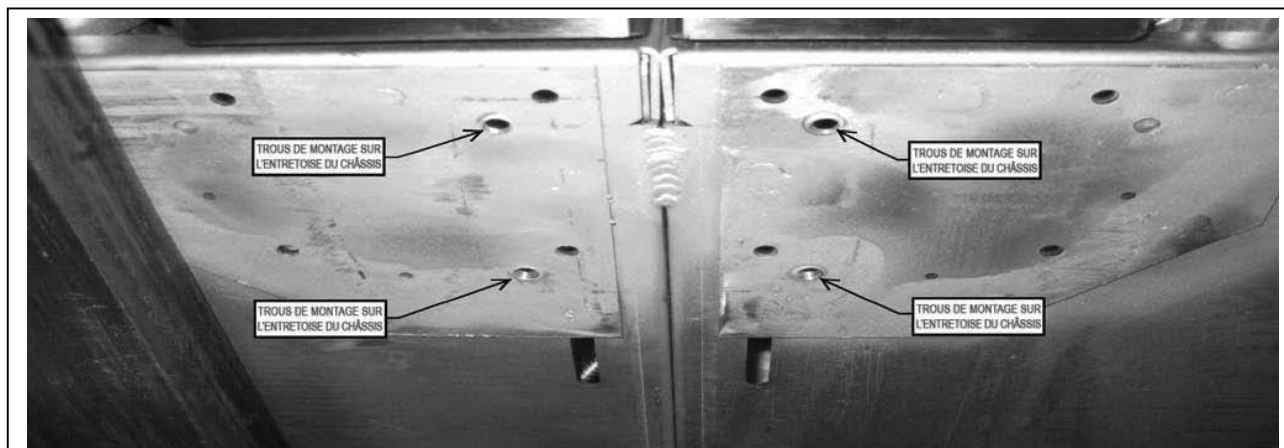

Figure 1 - Montage des pattes ou roulettes sur l'entretoise du châssis
2. Aligner les trous dans la plaque de montage des pattes ou roulettes avec les trous déjà percés dans le bas de la cuisinière aux quatre coins. Installer deux pattes ou roulettes additionnelles sur les modèles C48, C60 et C72. Installer les pattes ou roulettes additionnelles en utilisant les trous déjà percés tels qu'illustrés à la Figure 1.